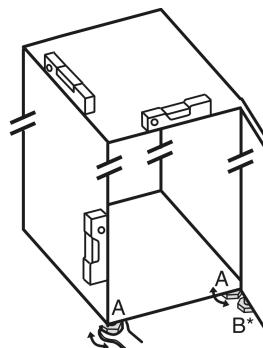

Fig. 4
- Skru ut de justerbordene Fig. 4 (A) ved hjelp av den medfølgende fastnøkkelen og et vater til apparatet er godt justert og i vater.
- Skru ut den justerbaren foten Fig. 4 (B) på lagerbukken ved hjelp av den medfølgende fastnøkkelen til den hviler på gulvet.
- Skru den justerbare foten Fig. 4 (B) ytterligere 90°.